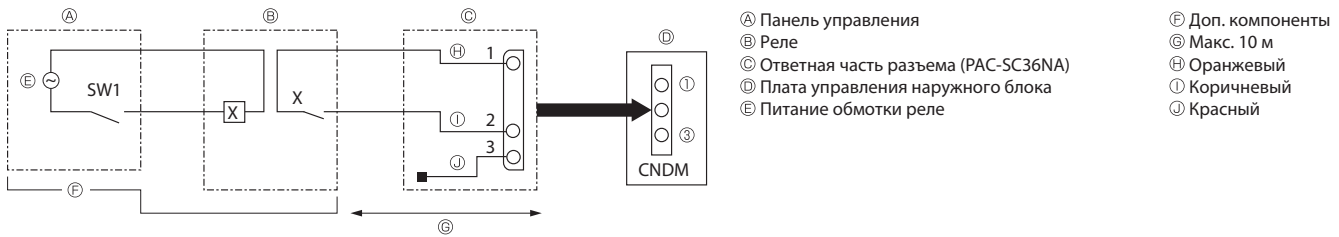

Рис. 1. Управление режимом снижения уровня шума
1) Схема соединений показана на рис. 1. Потребуется ответная часть разъема CNDM – PAC-SC36NA (опция).